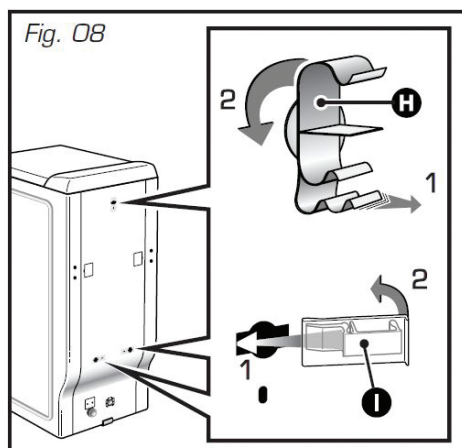

Fig. 08
**Enlevez les colliers support tuyaux (H) et obstruez impérativement les trous à l'aide des caches (I) (fournis dans le sachet d'accessoires)** (Fig. 08).